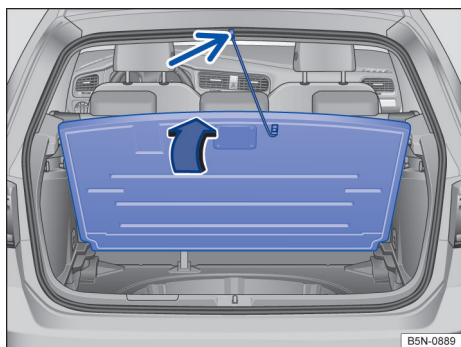

Fig. 180 No compartimento de bagagem: levantar o assoalho do compartimento de bagagem.
- Pegar no rebaixo no assoalho do compartimento de bagagem → Fig. 180 e rebater o assoalho do compartimento de bagagem para cima no sentido da seta. Encaixar a cinta de fixação na vedação de borracha (seta pequena).